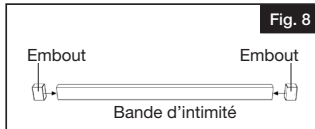

Fig. 8
- Place privacy strip end caps onto ends of privacy strips (Fig. 8).
- Placer les embouts de bande d'intimité sur les extrémités des bandes d'intimité (Fig. 8).
- Colocar los tapones de la franja de privacidad en los extremos de las mismas (Fig. 8).